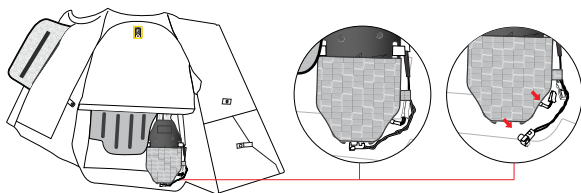

Figura 12
2. Acceda a la carcasa del inflador (4) y desconecte el conector de la batería (6) y el conector del inflador Squib (5) del inflador (Figura 12).